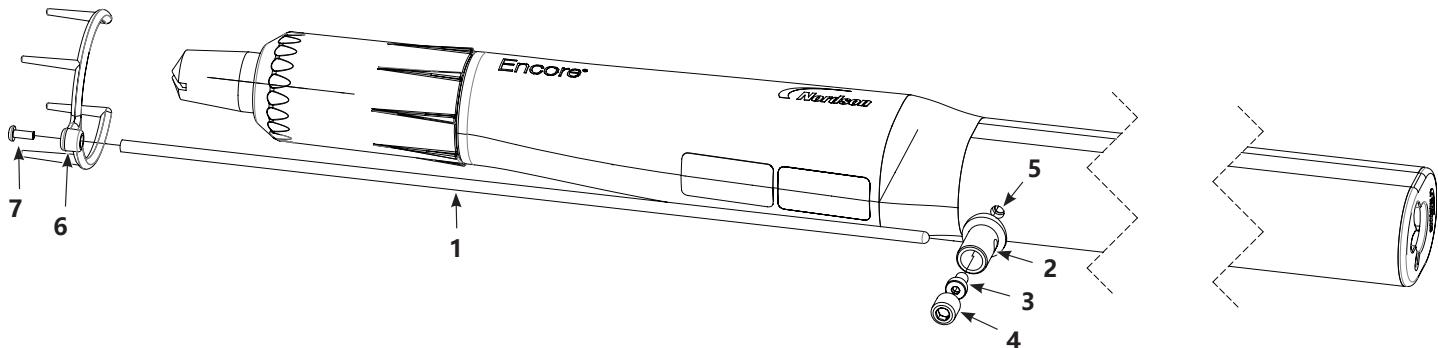

图3-6 离子收集器安装 - 管座喷枪（为清楚起见，部分零件未显示）
1. 参见图3-6。使用M5 x 10螺钉(3)将支柱(2)固定到接地板上。